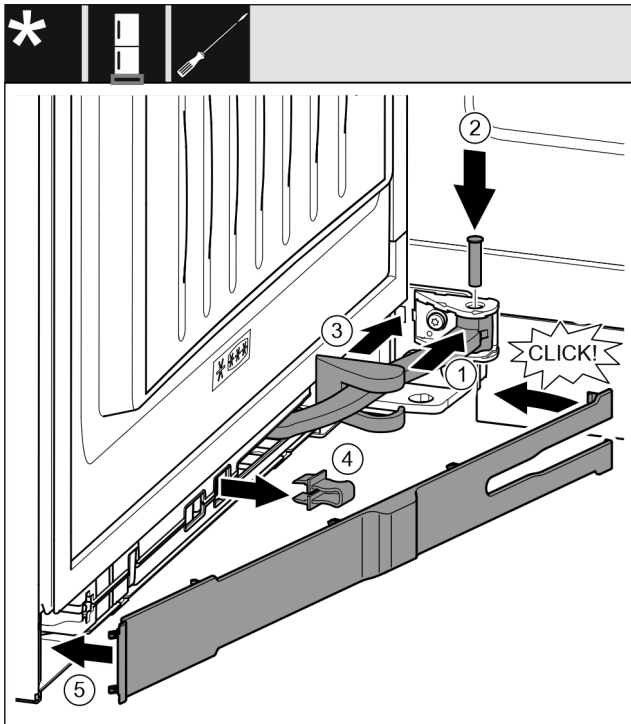

Fig. 49
- ▶ Gelenk Fig. 49 (1) in Aufhängung drehen.
- ▶ Bolzen Fig. 49 (2) mit einem Schraubendreher in Aufhängung und Gelenk einsetzen. Dabei darauf achten, dass der Rastnocken korrekt in der Nut sitzt.
- ▶ Lagerbockabdeckung Fig. 49 (3) entlang des Gelenks schieben und über der Aufhängung montieren.
- ▶ Sicherung Fig. 49 (4) abnehmen.
- ▶ Blende Fig. 49 (5) griffseitig ansetzen und einschwenken.